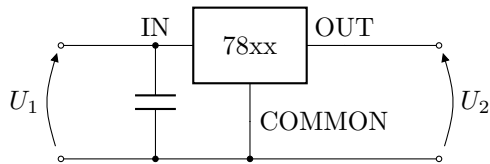
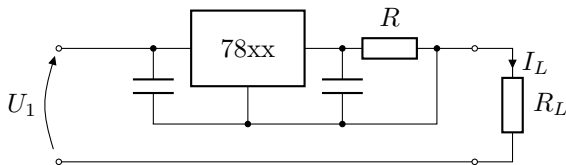

Abbildung 5: Festspannungsregler vom Typ 78xx1
Abbildung 6: Konstantstromquelle mit Festspannungsregler
Die Spannung zwischen den Anschlüssen OUT und COMMON (Abbildung 5) wird auf einen festen Wert geregelt. Durch Verschieben des Potentials am Punkt COMMON, z.B. durch eine Zenerdiode oder einen Spannungsteiler am Ausgang der Schaltung kann die Ausgangsspannung verändert werden. Schließt man den Verbraucher über einen Widerstand  $R$  an und legt das Potential am Anschluss COMMON an den Verbraucher (Abbildung 6, erhält man eine Konstantstromquelle. Der durch den Verbraucher fließende Strom wird so groß, dass der Spannungsabfall über dem Widerstand gerade der Regelspannung des Festspannungsreglers entspricht.
- Bauen Sie eine Konstantspannungsquelle und eine Konstantstromquelle (Abb. 5 bzw. Abb. 6) auf. Bestimmen Sie jeweils den Innenwiderstand.2